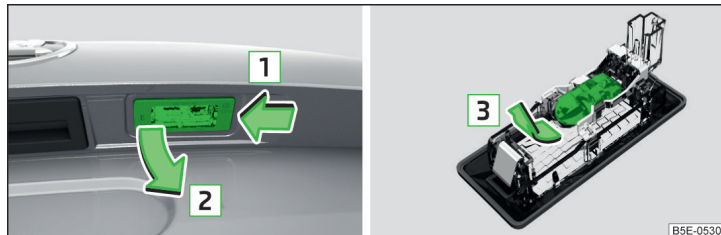

Fig. 230 Demontarea lămpii pentru numărul de înmatriculare / Înlocuirea becului
- Apăsați lampa în sensul săgeții [1] » fig. 230.